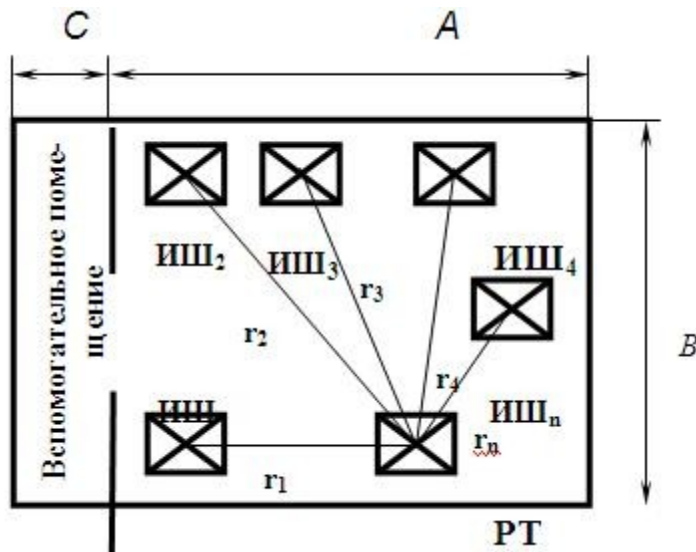

Рис. 1. Схема расположения оборудования – ИШ на участке и расчетной точки – РТ.
**Задача 1.** Дано. В рабочем помещении длиной  $A$  м, шириной  $B$  м, и высотой  $H$  м размещены источники шума – ИШ1, ИШ2,..., ИШ $n$  с уровнями звуковой мощности  $L_1, L_2, \dots, L_n$  (рис. 1). Источник шума ИШ1 с заключен в кожух. В конце цеха находится помещение вспомогательных служб, которое отделено от основного цеха перегородкой с дверью площадью  $S_{дв}=2,5 \text{ м}^2$ . Расчетная точка находится на расстоянии  $r_i$  от источников шума.